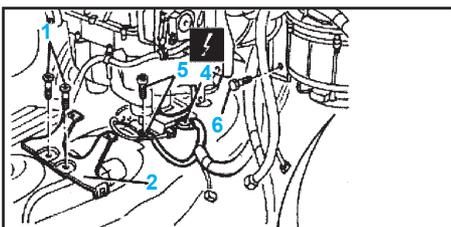

Fig.Chauf.5
- les vis (1), l'étrier (2) et les vis (6) de fixation du boîtier de climatisation, débrancher les connexions (3a, 3b et 3c) et de la centrale d'airbag (Fig.Chauf.5),